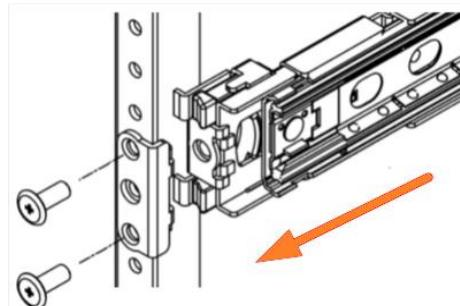

Рисунок 62 - Передний кронштейн
- 3) Выровнять передний кронштейн с монтажным отверстием (см. Рисунок 62).